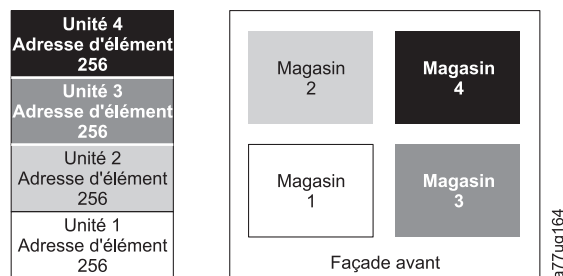

Figure 17. Configuration d'un système à quatre partitions
- Bandothèque logique 1 : Emplacement 1 à 23 4096 (0x1000) à 4118 (0x1016) comme illustré à la figure 17, à la page 29
Lorsque les affectations Adresse d'élément sont configurés avec quatre partitions logiques, elles se présentent comme suit : les affectations DTE s'affichent dans la figure 17.